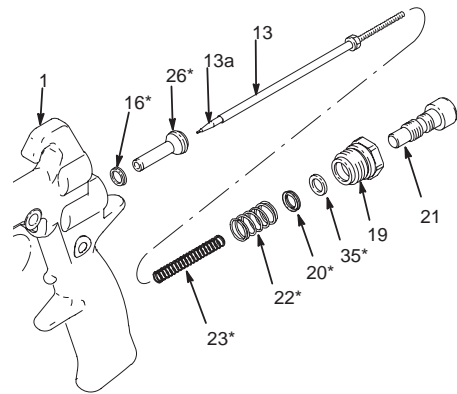
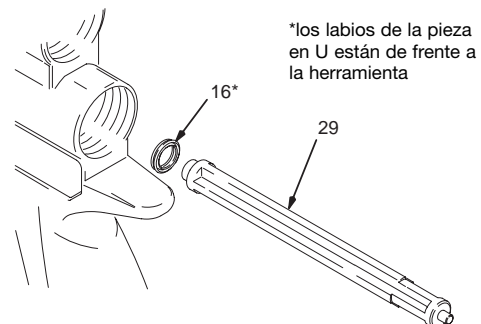
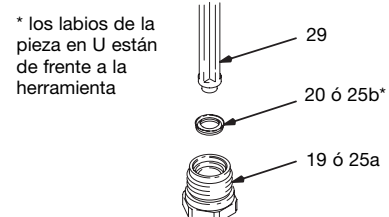

Fig. 26
Fig. 27
Fig. 28
4. De una en una, instale las nuevas piezas redondas en U (25b) utilizando la herramienta de instalación (29). Los labios de la pieza en U deben estar de cara hacia la herramienta, según se ilustra en la Fig. 28.
1. Retirar la tuerca de la válvula de fluido (19), el muelle de la válvula de aire (22), y la unidad de válvula de aire (26). Desechar la unidad de válvula de aire. Ver Fig. 26.
2. Utilizando un pico mecánico, retirar la pieza redonda en U (16) del cuerpo de la pistola.
3. Coloque la nueva pieza redonda en U (16) en la herramienta de instalación (29), con los labios de la pieza en U de frente a la herramienta, según se ilustra en la Fig. 27.
4. Empuje la pieza (16) hacia la parte trasera hasta sentir que encaja a presión.
5. Con un pico mecánico retire la pieza redonda en U (20) y la distancia (35) de la tuerca de la válvula de fluido (19). Tenga cuidado de no dañar la superficie del sello ni las roscas internas de la tuerca.
6. Instale una nueva pieza redonda en U (20) con la herramienta de instalación (29). Los labios de la pieza en U deben estar de frente a la herramienta según lo ilustra la Fig. 28. Esto ayuda a aplicar una presión uniforme en los labios de la pieza en U y evitar que se dañen.
7. Empuje la pieza redonda en U (20) y el separador (35) hacia el interior de la tuerca de la válvula de fluido (19) hasta sentir que encaja a presión.